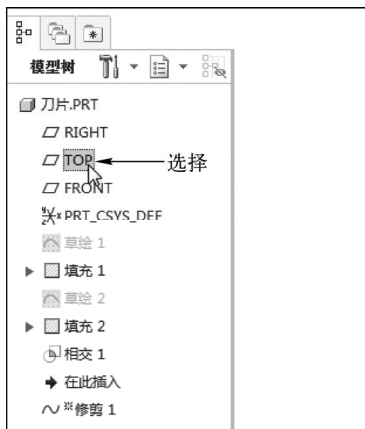

图 9-85 选择“TOP”选项
STEP 03 打开“曲线修剪”选项卡，在模型树中选择“TOP”选项，如图 9-85 所示。